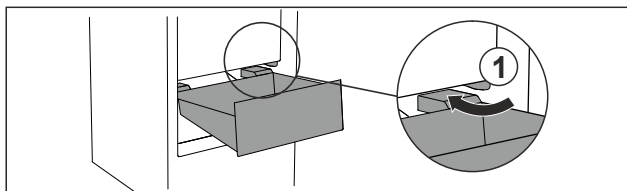

Fig. 101
- ▶ Обойдите стопор Fig. 101 (1) выдвижного ящика под наклоном.